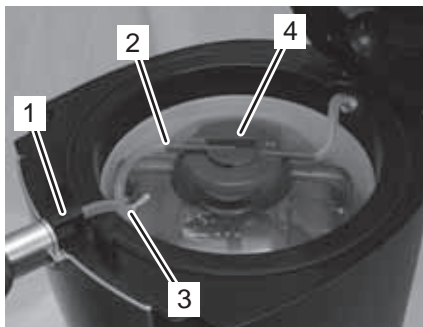

Fig. 43
15. Introduisez le bloc de verrouillage (Fig. 43/1) dans l'auge sur l'appareil.
16. Poussez l'extrémité dégagée du tuyau distributeur sur le raccordement de distribution « Beer Out » (Fig. 43/2).
17. Fixez le tuyau distributeur à l'aide du garrot (Fig. 43/3).
18. Réglez le bouton tournant (Fig. 43/4) sur la fonction « Open ».